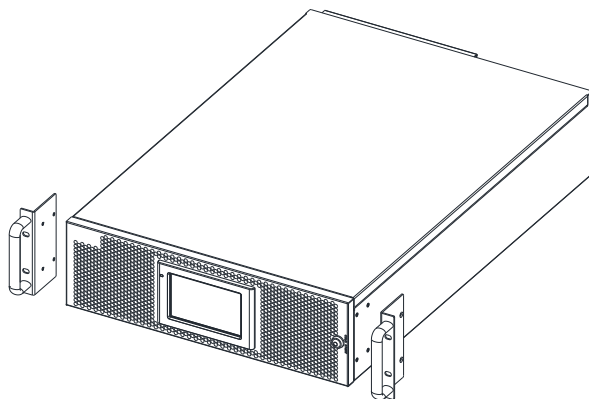

Рис. 3-4. Установка кронштейнов
1. Закрепите кронштейны на ИБП с помощью винтов, как показано на рис. 3-4.